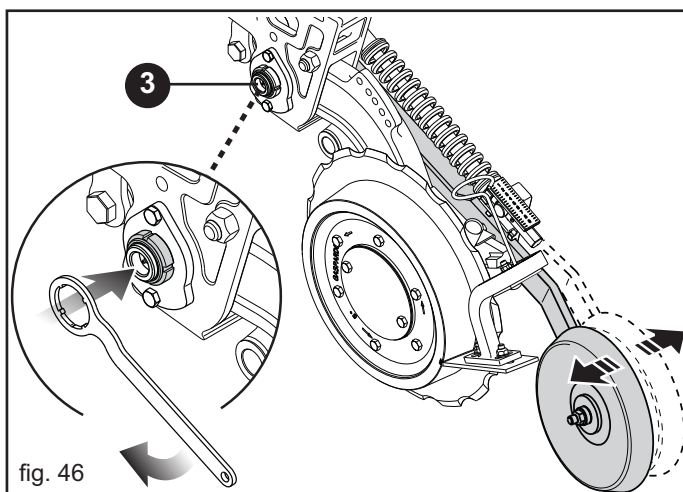

fig. 46
**Regular periódicamente el eventual juego de la rueda cubresemilla trasera de la siguiente manera (Fig. 46):**
- C) aflojar las contratuercas (3);
- D) apretar con atención los tornillos (4) controlando el juego de la rueda cubresemilla trasera;
- E) apretar de nuevo las contratuercas (3).